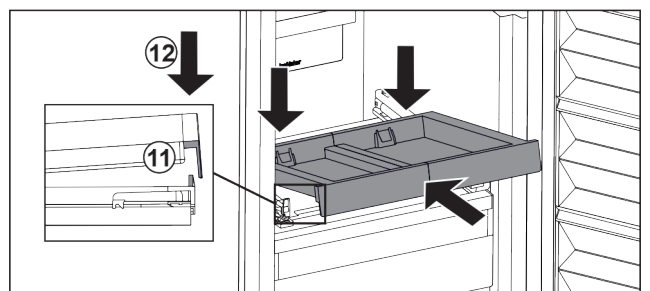

Fig. 108
- ▶ Вставити навкоси. Звертайте увагу, щоб з обох боків упор був за накладкою. Fig. 108 (11)
- ▶ Витяжну панель опустити спереду. Fig. 108 (12)